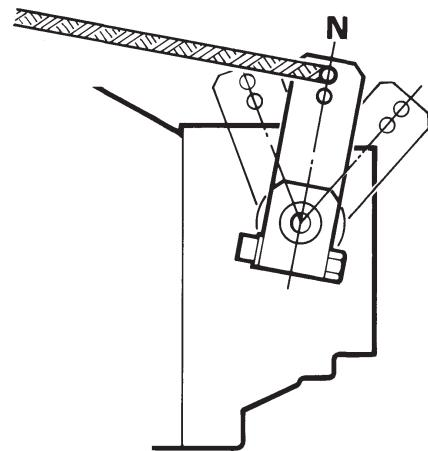

Fig. IV-4
WARNING. When the engine runs idle, but the propeller shaft should not be driven (such as when charging the battery with the generator), the shifting lever (fig. IV-4, item 1) must be held in the neutral position (N) to prevent the boat from moving.
PERICOLO. Quando il motore gira al minimo e si desidera che l'elica non giri (per esempio se si deve caricare la batteria con la barca ferma), la leva di comando deve trovarsi in posizione neutrale N (vedere fig. IV-4, pos 1).
DANGER. Quand le moteur tourne à vide, tandis que l'arbre d'hélice est arrêté (par exemple quand les batteries se chargent avec l'alternateur), le levier de commande (fig. IV-4, repère 1) doit être en position neutre (N), pour que le bateau ne se déplace pas.
WARNUNG. Wenn der Motor im Leerlauf läuft und die Propellervelle aber nicht angetrieben werden soll (z.B. beim Aufladen der Batterie durch den Generator), muß der Schalthebel (Pos. 1, Bild IV-4) in der neutralen Position (N) gehalten werden, da das Boot sich sonst bewegt.